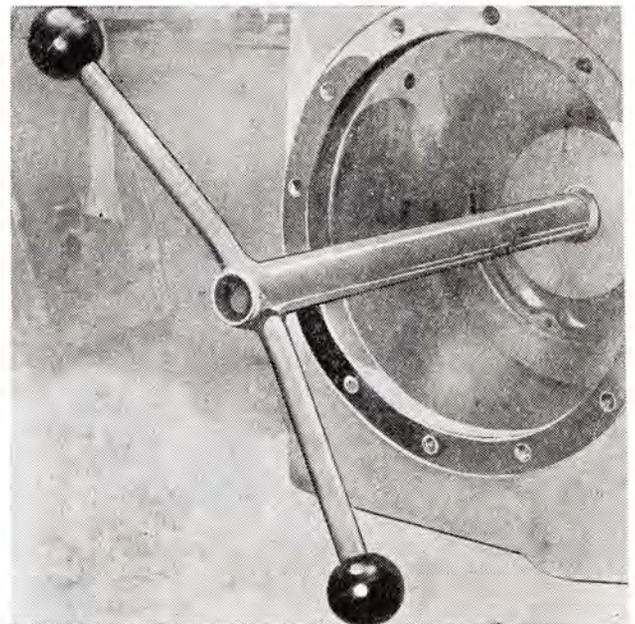

Abb. 102
5. Die Einstellmutter (Abb. 101) ist zu entsichern und mit Hilfe eines Spezialwerkzeuges (Abb. 102) auszuschrauben.